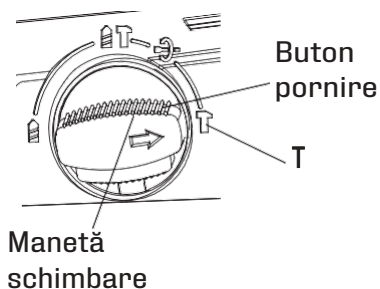

Fig.10
Acest ciocan rotativ poate fi setat în modul de numai percuție apăsând butonul și rotind comutatorul la indicatorul. (Fig.10)
(1) Rotiți maneta de schimbare la indicatorul T. (Fig.10)